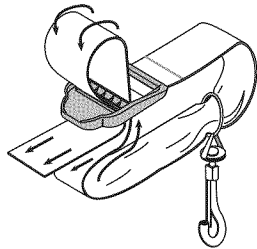

Fig. 11
2. Pase la correa sobre la barra transversal y hacia abajo a través de la ranura de la hebilla (Fig. 11).